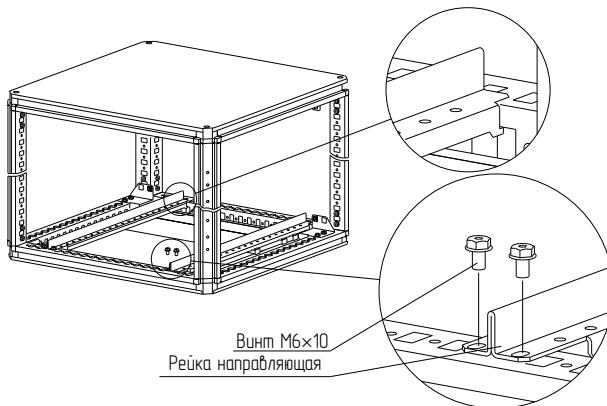

Рисунок 11
4.4.5 Для удобства установки панели монтажной рекомендуется применять направляющие рейки (Рисунок 11). Направляющие рейки необходимо закрепить на основании винтами M6×10. Момент затяжки – 7 Н·м.